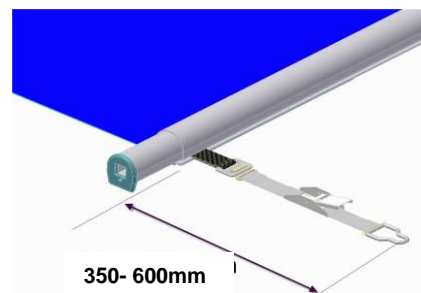

Abbildung 2.4: Schnellabspannseite
- Hängen Sie die Ösen nun in die Sicherungsstifte ein und ziehen den Rollschutz von der gegenüberliegenden Seite (B) straff.
- Als nächstes werden die Löcher für die versenkbaren Sicherungsstifte auf der Schnellabspannseite (B) gebohrt. Achten Sie darauf, dass Sie genügend Platz zwischen dem Endrohr des Rollschutzes und Befestigungspunkt der Spanngurte lassen (siehe Abbildung 2.4). Am einfachsten schlaufen Sie den Haken der Spanngurte ein und legen die Gurte aus, um den benötigten Abstand zu ermitteln.